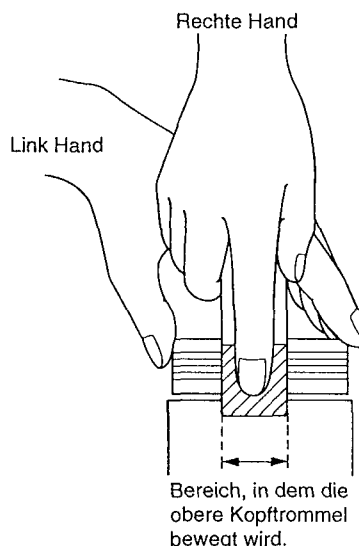

Abb. 4
- 1) Reinigen der Videoköpfe (Abb. 4)